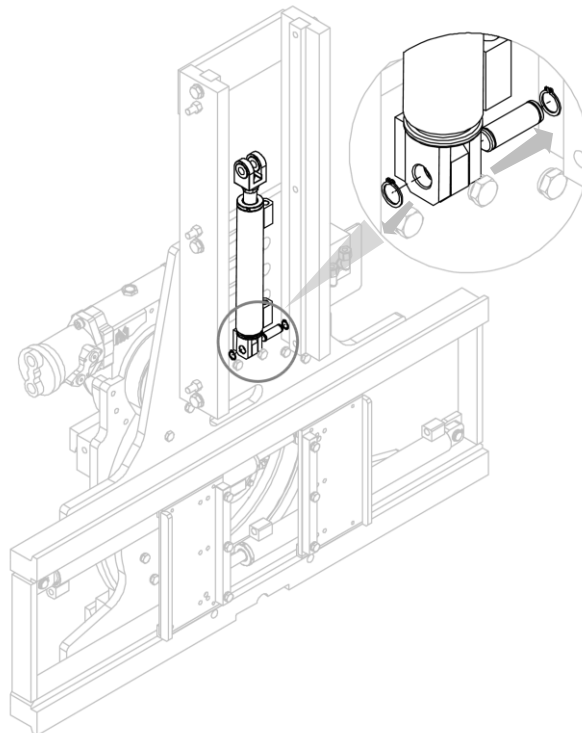

Figura 27
4. Retire el cilindro después de quitar el pasador correspondiente (con los relativos anillos elásticos) que lo une a la estructura del equipo (mira *Figura 27*).